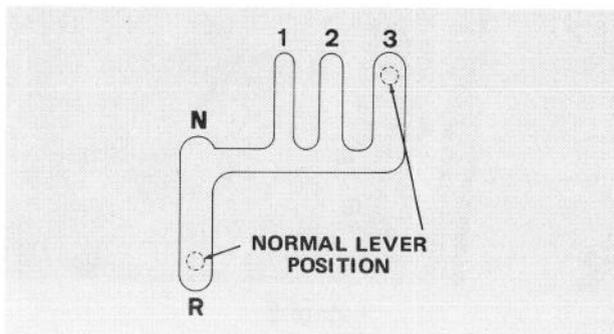
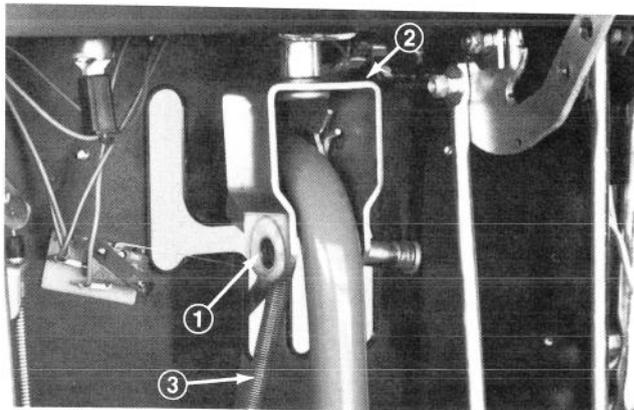

Figure 12
Figure 13
1. Mettez le levier de vitesse en "troisième" et vérifiez la position du levier (Fig. 12). Le levier devrait être en position normale (Fig. 12). Placez le levier en position de "marche arrière" et relâchez le levier. Le levier devrait revenir librement au point mort (position N). S'il ne revient pas à cette position, passez à l'étape 2 et réglez le support-pivot en U qui retient le levier de vitesse (Fig. 13).
2. Passez en "première", puis enlevez la goupille fine, la rondelle plate et la cheville d'étrier qui retiennent le levier de vitesse en place (Fig. 13). Ensuite, écartez du support en U le levier de vitesse et faites tourner le support-pivot d'un tour complet. Réinstallez alors le levier de vitesse.
Remarque: Tournez le support en U dans le sens des aiguilles de la montre — à droite — pour abaisser le levier de commande des roues et en sens inverse — à gauche — pour relever le levier (Fig. 13).
1. Mettez le moteur en marche, passez en marche arrière et relâchez le levier. Le levier devrait revenir au point mort (N). S'il ne revient pas, arrêtez le moteur, enlevez la goupille fine, la rondelle plate et la cheville d'étrier qui retiennent la levier de vitesse, écartez le levier du support-pivot en U et tournez le support en U dans le sens contraire des aiguilles d'une montre — à gauche — d'un demi-tour dans la direction opposée au dessus du tableau (Fig. 13). Essayez de nouveau de passer en marche arrière. Baissez le support jusqu'à ce que le levier de vitesse revienne au point mort (N) (Fig. 15).